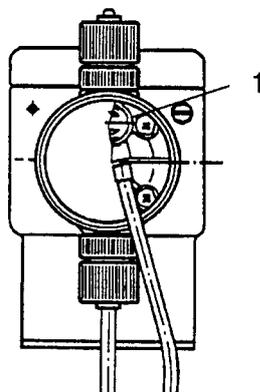

Bild J.2: Dosierpumpe
- Bypasschraube (siehe Bild J.2) öffnen